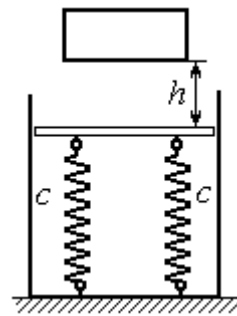

Рис. 4.12. Пружинный амортизатор
**Задача 47.** Пружинный амортизатор состоит из двух одинаковых вертикально стоящих пружин, к верхним концам которых прикреплена невесомая горизонтальная площадка (рис. 4.12). Жёсткость каждой пружины  $c = 350$  Н/м. Груз массой  $m = 5$  кг падает с высоты  $h = 0,3$  м.